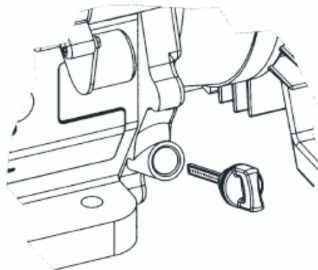

Рис. 22
4. Проверьте уровень масла по контрольной шкале щупа (Рис. 22).